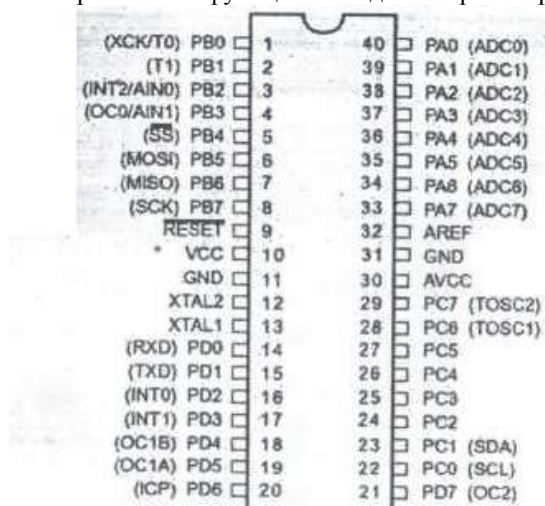

Рис. 1. Расположение выводов микросхемы контроллера ATmega8535 (DIP40)
Порты ввода/вывода непосредственно связаны с выводами микросхемы микроконтроллера, при этом каждый конкретный вывод микроконтроллера жестко «привязан» к конкретному разряду порта ввода/вывода. На рис. 1 представлено расположение выводов микроконтроллера Atmega8535, выполненного в DIP-корпусе.
таймеров, приемопередатчиков, входы аналогово-цифрового преобразователя, контроллера внешних прерываний. Альтернативные функции выводов микроконтроллера представлены на рис. 1 (вскобках).
*Регистры направления* определяют режим работы портов ввода/вывода. Если в каком-либо разряде регистра установлена логическая «1», и соответствующий вывод микросхемы контроллера (рис. 1) работает на вывод информации из микроконтроллера. В противном случае соответствующий вывод микросхемы (рис. 1) работает на ввод информации в микроконтроллер.